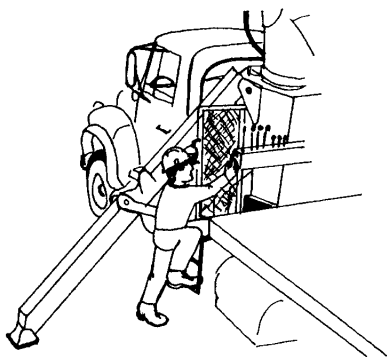

Figure 6
- Utiliser les moyens conçus pour accéder ou quitter le poste de conduite et les postes de commande (poignées, marchepieds, etc.) (figure 6).